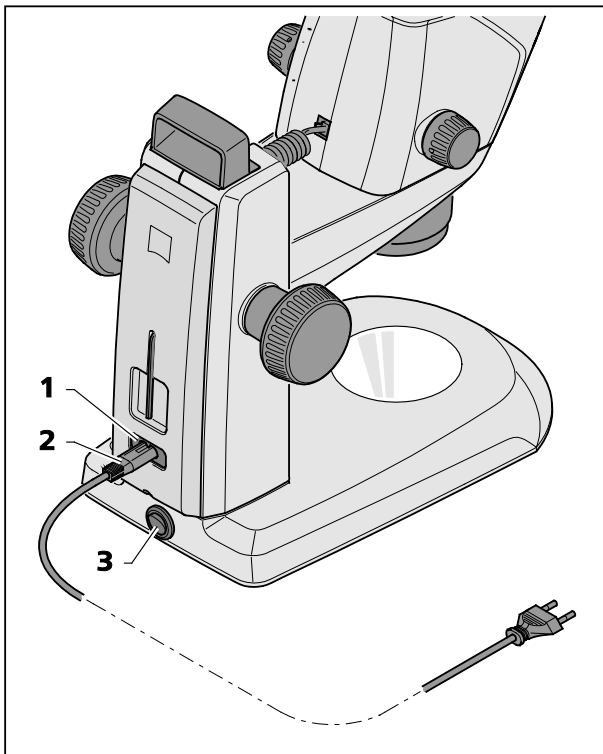

Bild 5 Stereomikroskop anschließen
- Das Netzkabel (Bild 5/2) in die Netzanschlussbuchse (Bild 5/1) des Stativs einstecken.
- Netzkabel (Bild 5/2) an eine Netzsteckdose anschließen.
- Das Stereomikroskop mit dem Netzschalter (Bild 5/3) ein- bzw. ausschalten.
- Das Stereomikroskop gemäß Abschnitt 3.3 mit dem Netzschalter (Bild 5/3) einschalten.